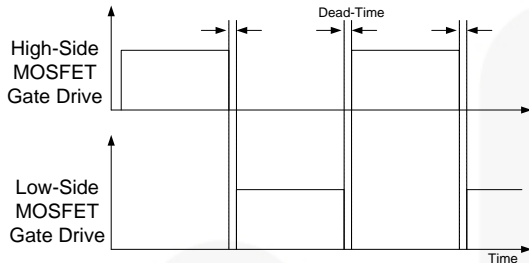

图15. MOSFET 栅极驱动信号
1. 基本运行。 FLS-XS 系列设计用于驱动高低侧 MOSFET，并且提供 50% 的占空比。在连续过渡之间引入了 350 ns 的固定死区时间，如图15所示。